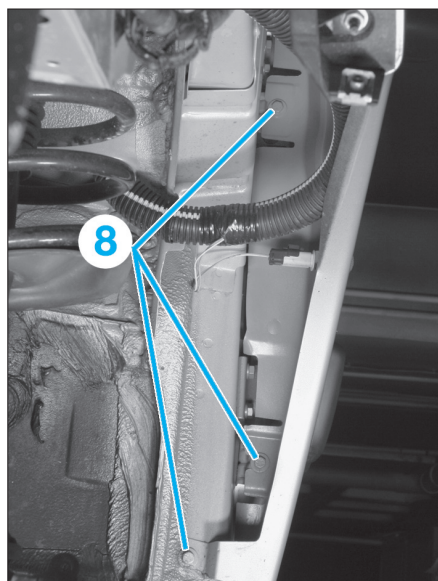

FIG. 16
- Déposer les 3 vis (8) (Fig.16).